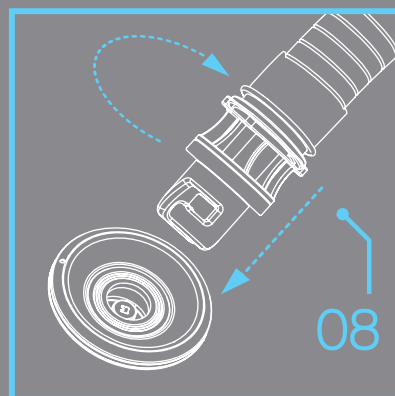

Figura 2.
Connetti il **rubinetto dell'aria (8)** alla **valvola di gonfiamento sul tuo SUP**. Premi all'interno il rubinetto d'aria e gira in senso orario per stringere (**Figura 2**).